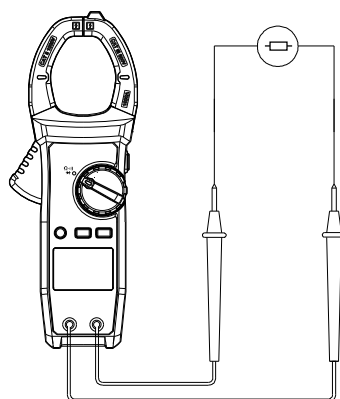

Рис. 8 Измерение сопротивления
- 2) Установите переключатель на « Ω », нажмите SELECT, чтобы выбрать измерение сопротивления Ω , подсоедините щупы тестовых проводов к выводам тестируемого элемента (см. рис. 8).